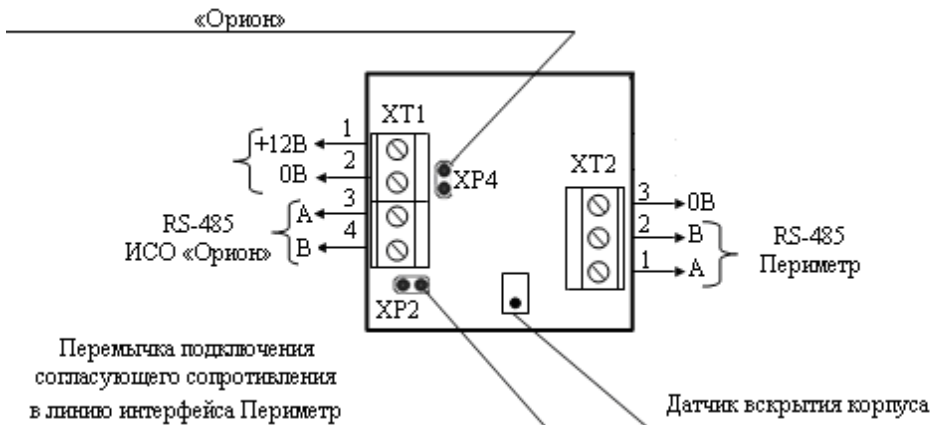

Рисунок 4. Назначение клемм и переключек контроллера «С2000-Периметр»
4.1.1 Подключите линии А и В интерфейса RS-485 «Орион» к клеммам XT1.3 и XT1.4 соответственно (см. рис. 4). Максимальное сечение проводов 1,5 мм².
4.1.2 Если контроллер не является последним в линии интерфейса RS-485, удалите переключку с разъёма XP4 (см. рис. 4).